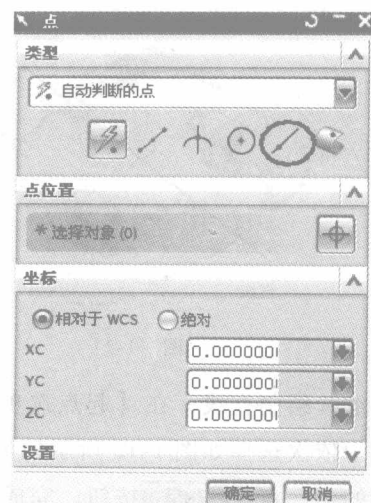

图 1-6
2. 移动坐标原点 选择菜单中的【**格式(R)**】/【**WCS**】/【**原点(O)**】命令或在【**实用工具**】条中选择 (WCS 原点) 图标, 出现【**点**】构造器对话框, 选择 (点在曲线/边上) 图标, 如图 1-6 所示。